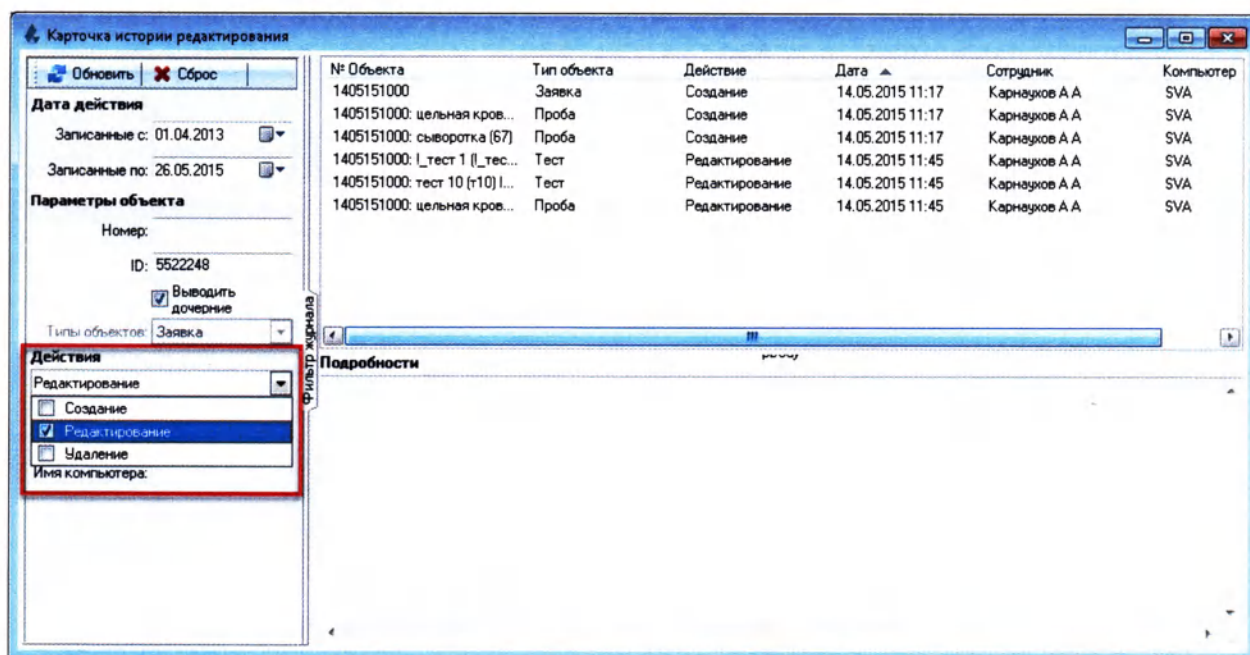

Рисунок 5.46
7. Чтобы отсортировать список по определённому действию над объектом, из выпадающего списка «Действия» выберите интересующее действие и нажмите кнопку «Обновить» (Рисунок 5.46):